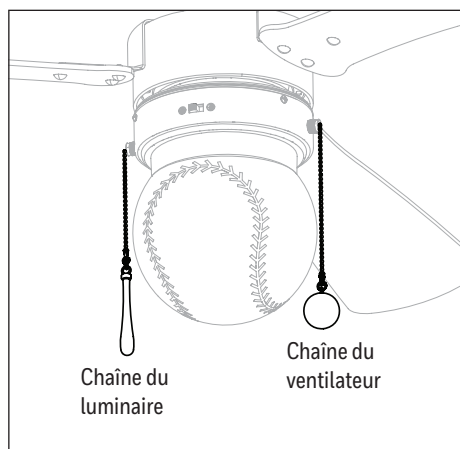

Figure 6.2
- La chaîne du ventilateur offre quatre réglages de la vitesse du ventilateur. Tirez une fois pour une vitesse ÉLEVÉE, deux fois pour une vitesse MOYENNE, trois fois pour une vitesse FAIBLE et quatre fois pour ÉTEINDRE le ventilateur. La chaîne du luminaire offre deux réglages d'éclairage : ALLUMER et ÉTEINDRE (Figure 6.2).